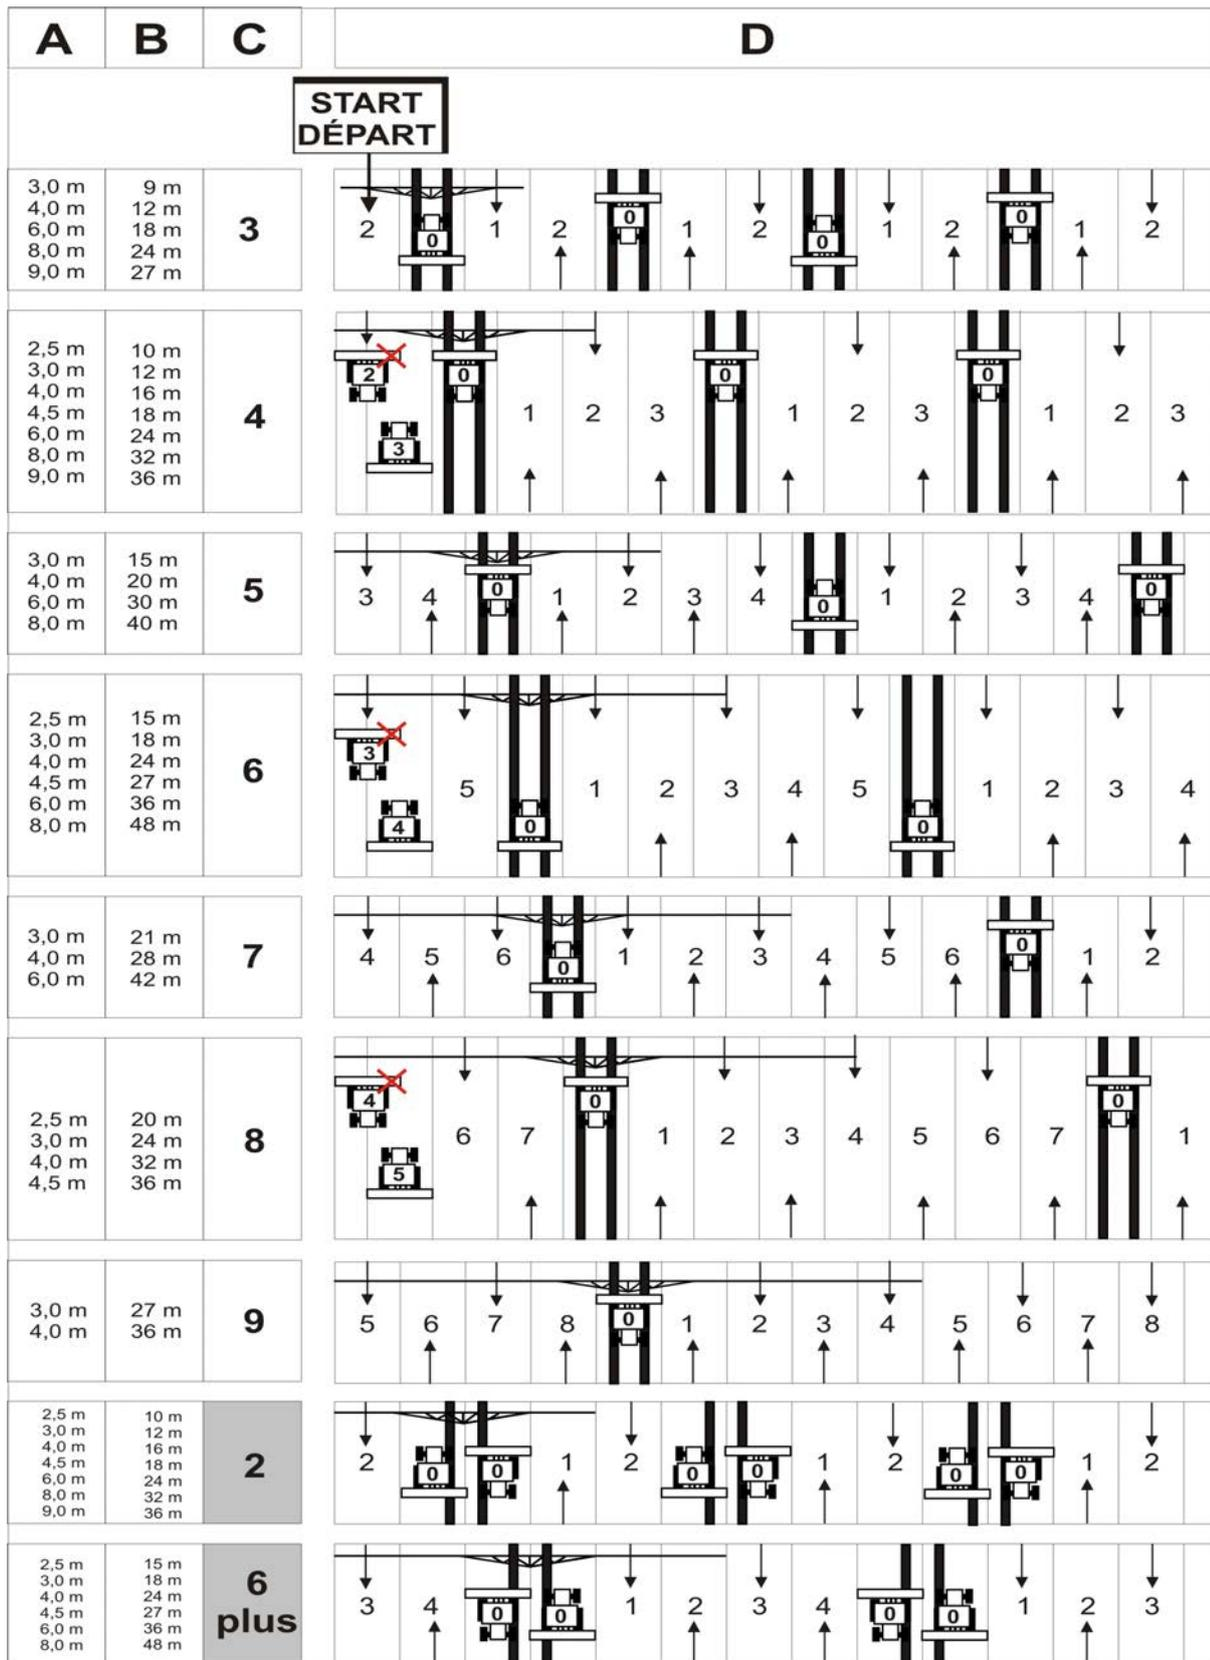

Fig. 70
Das Anlegen von Fahrgassen ist in Figur (Fig. 70) anhand einiger Beispiele dargestellt:
1. Aus der nebenstehenden Tabelle (Fig. 70) aufsuchen:
In Figur (Fig. 70) werden u.a. Beispiele zum Anlegen von Fahrgassen mit Fahrgassen-Rhythmus 4, 6 und 8 gezeigt.
In Figur (Fig. 70) werden u.a. Beispiele zum Anlegen von Fahrgassen mit Fahrgassen-Rhythmus 2 und 6plus gezeigt.